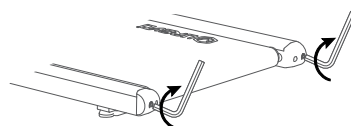

Abbildung 3
2. Drehen Sie mit dem Sechskantschlüssel beide Schrauben der Umlenkrollen im Uhrzeigersinn um **1/2** Umdrehungen (siehe Abbildung 3).